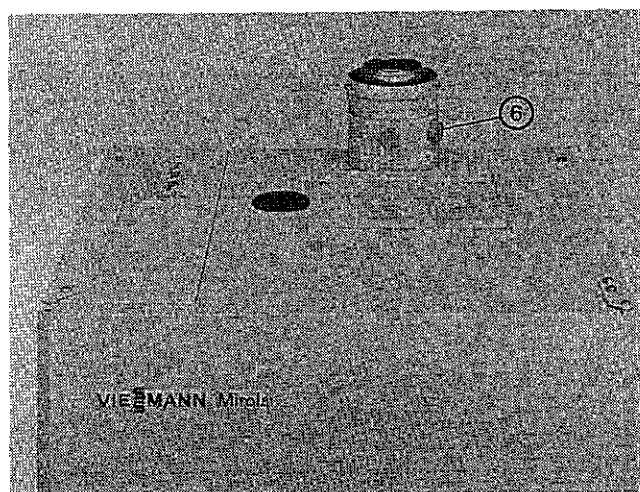

Abb. 76
20. CO₂-Messung am Kesselanschlußstück **6** vornehmen (Abb. 76).